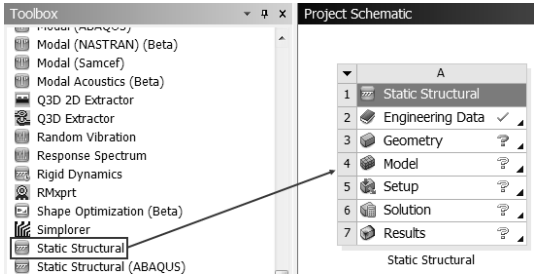

图 14-2 创建分析项目 A
Step2：双击主界面 Toolbox（工具箱）中的 Analysis Systems Static Structural（静态结构分析）命令，即可在 Project Schematic（项目管理区）创建分析项目 A，如图 14-2 所示。